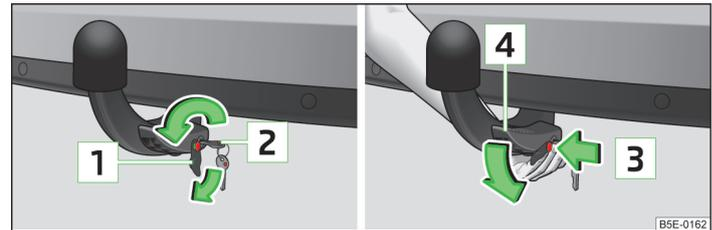

Abb. 103 Bedienungshebel der Kugelstange entriegeln / Kugelstange lösen
- Die Kappe **1** » Abb. 103 vom Schloss der Kugelstange in Pfeilrichtung abziehen.